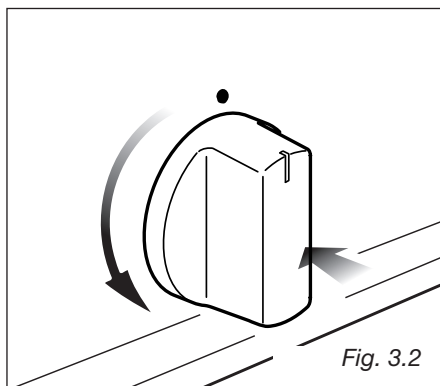

Fig. 3.2
- 1 – Pour allumer le brûleur, appuyer sur la manette (fig. 3.2) et la faire tourner jusqu'à la position de débit maximum (grande flamme ); puis continuer à appuyer sur la manette jusqu'à ce que l'allumage se fasse.